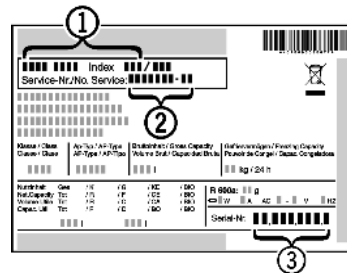

Fig. 21
- ▶ Lue laitekuvaus Fig. 21 (1), huolto-*no* Fig. 21 (2) ja sarjanro Fig. 21 (3) tyyppikilvestä. Tyyppikilpi sijaitsee koneen sisäpuolella vasemmalla.